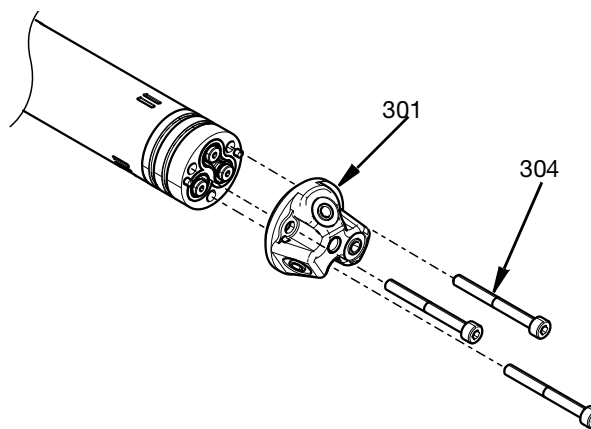

FIG. 30
10. Fixar a cabeça do bico (301) ao adaptador usando os parafusos M4 (304) aparafusados ao corpo central. Apertar para 29,2 pol-lbs (3,3 N•m). Consulte a FIG. 30.